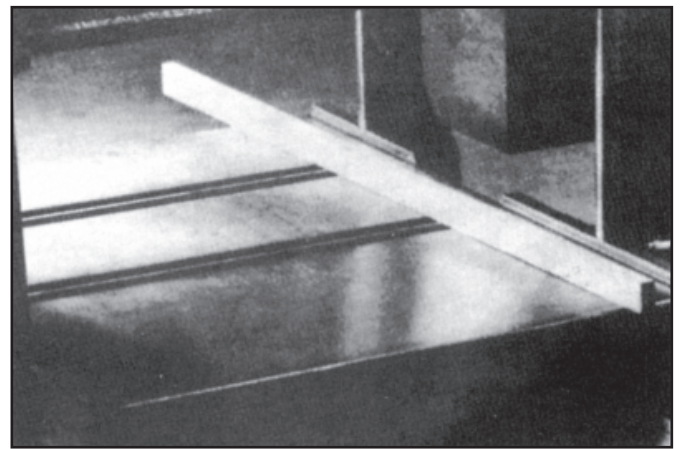

Figura 6
- Coloque un borde plano a través de la cepilladora de manera tal que cruce ambas mesas y rodillos. Vea la Figura 6.